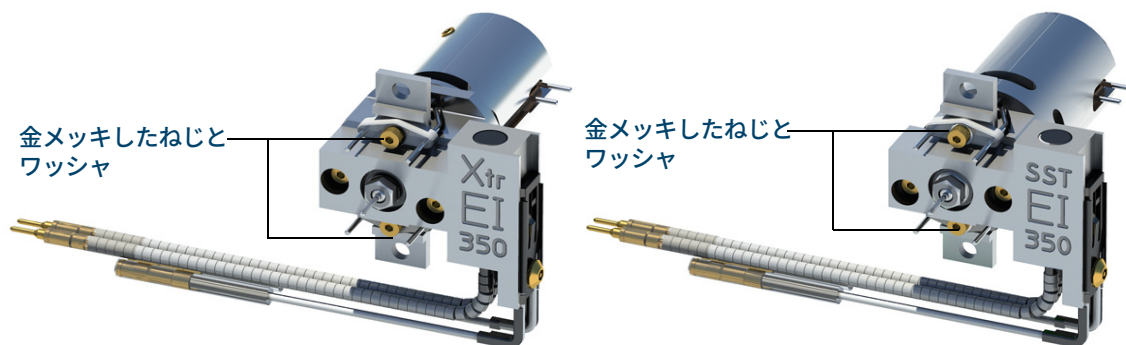

図 67. フィラメントの交換
- 4 フィラメントから金メッキしたねじとワッシャを取り外します。(203 ページの図 67 を参照してください)。
- 6 新しいフィラメントを金メッキしたねじとワッシャで固定します。(図 67 を参照してください)。